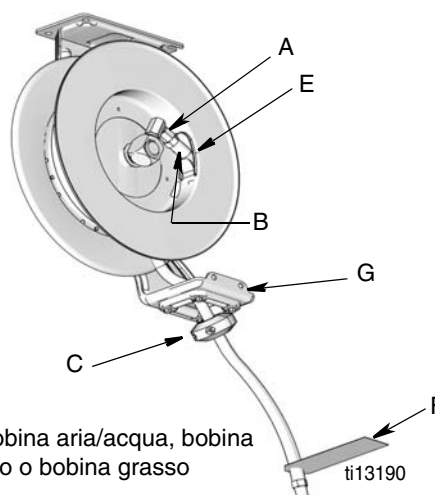

FIG. 12
- Fermare la bobina in modo da avere accesso al raccordo girevole del flessibile (A) (FIG. 12) e in un punto nel quale la bobina sia saldamente bloccata.
7. Fare passare l'estremità del flessibile (B) attraverso la guida del flessibile (G) e quindi nel foro (E) della bobina (FIG. 12).